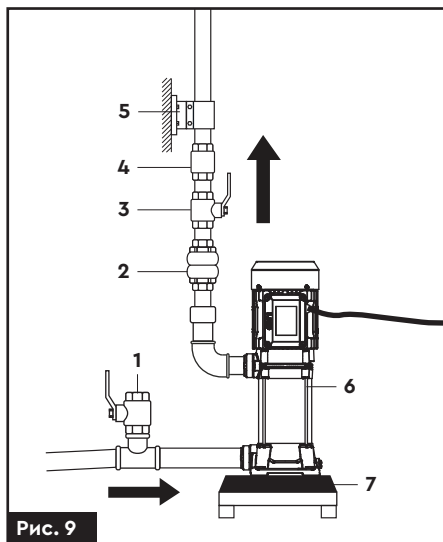

Рис. 9
3. Приєднайте напірний трубопровід до вихідного патрубка. З метою запобігання утворення повітряних бульбашок, які можуть перешкоджати нормальній роботі насоса, трубопровід не повинен мати гострих кутів типу «S» і/або зворотних нахилів. Шлях напірного патрубка трубопроводу має бути коротким і, по можливості, прямим, з мінімальною кількістю поворотів. У разі застосування перехідних муфт для приєднання всмоктуючого трубопроводу і зворотного клапана до насоса (6) (рис. 9), рекомендується ізолювати (обмотати) різьбове з'єднання тефлоновою (ФУМ) стрічкою.
4. Для полегшення проведення робіт по технічному обслуговуванню насоса, рекомендується на напірному трубопроводі встановити кульовий кран (3) (рис. 9), а також зворотний клапан (4) (рис. 9) між краном і напірним патрубком насоса.
док (7) (рис. 9) або інших антивібраційних матеріалів.
6. Для зниження вібраційного шуму, з'єднання з жорсткими трубопроводами треба здійснювати за допомогою компенсаторів (2) (рис. 9) або гнучких труб.
7. Для зниження шуму рекомендується встановити на напірному трубопроводі опору (5) (рис. 9).